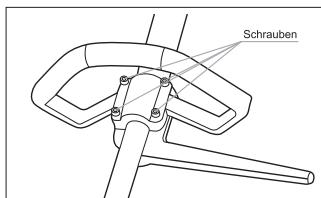

fig. 2
1. Stellen Sie das Gerät auf eine flache, harte und saubere Oberfläche ab. Schrauben Sie die Befestigungsschelle mit einem Schlüssel ab. Arretieren Sie den Handgriff mit einer Befestigungsschelle (Abb.2), indem Sie ihn über dem Schaft positionieren. Ziehen Sie die Schrauben fest an.